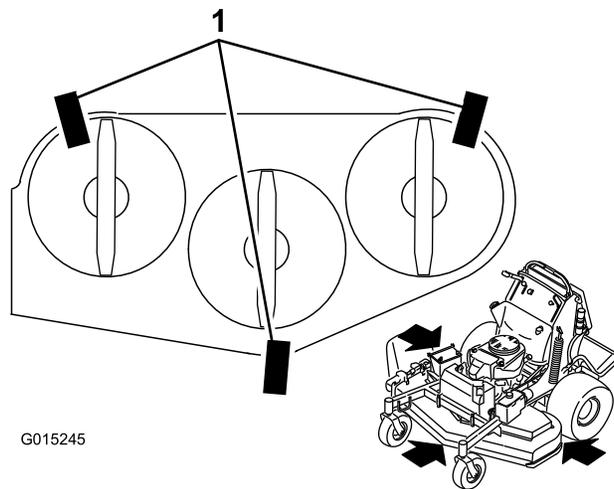

図 86
1. 図 86 のように、刈り込みデッキの下に 5x10cm 程度の角材を 3つほど置く。